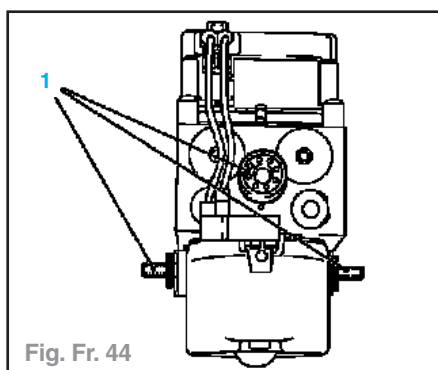

Fig. Fr. 44
- Contrôler les butées (1) en caoutchouc de la centrale et les remplacer si nécessaire (Fig. Fr. 44).